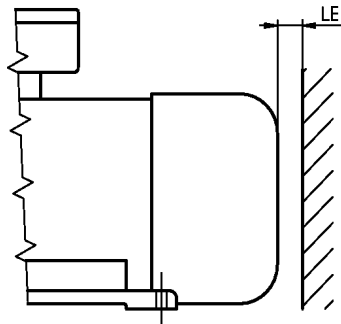

Figura 2: Distancia mínima entre un obstáculo y la entrada de aire
La entrada y la salida de aire de la caperuza del ventilador deben estar libres ya que de lo contrario el calentamiento sobrepasaría la temperatura permitida y se reduciría la vida útil del aislamiento del arrollamiento (p Figura 2 y p Tabla 1).
Tabla 2: Distancia mínima (LE) entre un obstáculo hasta el conducto de entrada de aire, p Figura 2